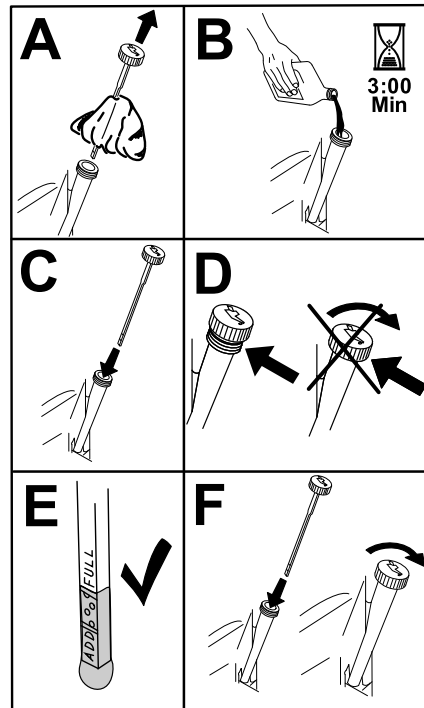

Figure 46
5. Versez lentement environ 80 % de l'huile spécifiée dans le tube de remplissage, puis faites l'appoint lentement jusqu'à ce que le niveau atteigne le repère maximum (**Full**) (Figure 46).